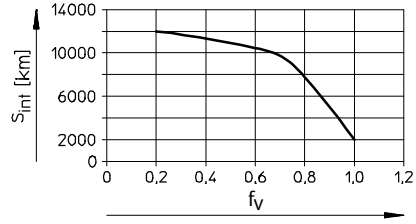

Fig. 8
- 若存在其中一个因素，则请将润滑时间间隔 S_{int} （→ Fig. 8）减半。
1. 请借助综合负载公式计算负载比系数 f_v (→ 11 技术数据) 并确定润滑时间间隔 S_{int} (→ Fig. 8)。